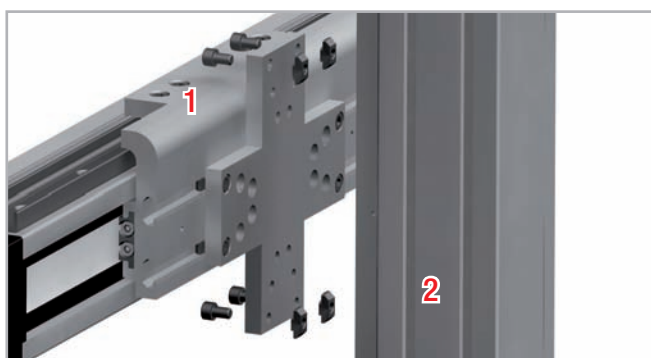

Fig. 107
4. Inserire le viti dall'altro lato della piastra di collegamento (vedi fig. 107).